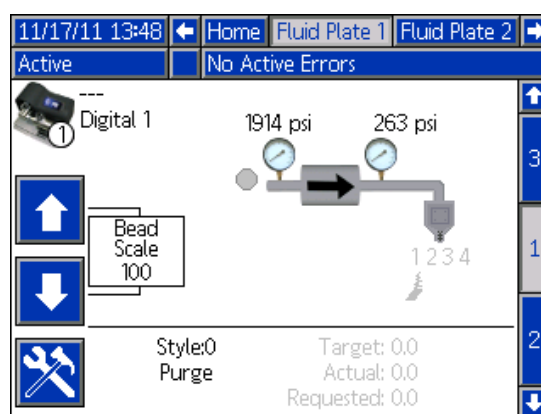

FIG. 33
4. Registrare il volume erogato in Fluid Plate x (Piastra del fluido x), schermata 1. Vedere FIG. 33 a pagina 47.
- Registrare il volume erogato in Fluid Plate x (Piastra del fluido x), schermata 1. Vedere FIG. 33 a pagina 47.